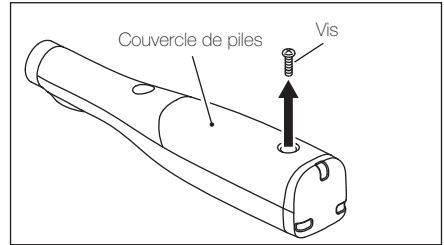

Fig. 12
3. Retirer, à l'aide d'un tournevis cruciforme, la vis de fixation du couvercle de piles (Fig.12)